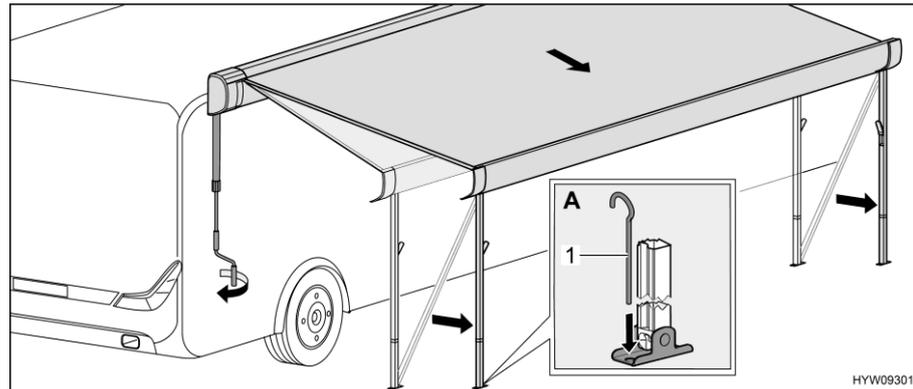

Fig. 34 Mover el toldillo a la posición final
- Fijar los pies de apoyo en el suelo usando piquetas (Fig. 34,1) (Fig. 34,A).